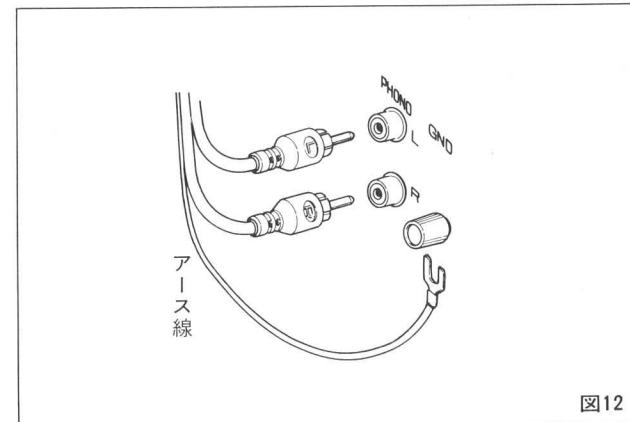

図12
①キャビネット背面より出ている出力コードのL、Rを間違えないように、アンプのリアパネル面PHONO端子へ接続します。ピンプラグは白がLチャンネル、赤がRチャンネルです。(図12)
②出力コードより出ているアース線をアンプのGND端子へ接続します。場合によっては接続しない方がハムに対するよい結果を得られることがあります。
③プレーヤー電源プラグをACコンセントに接続します。